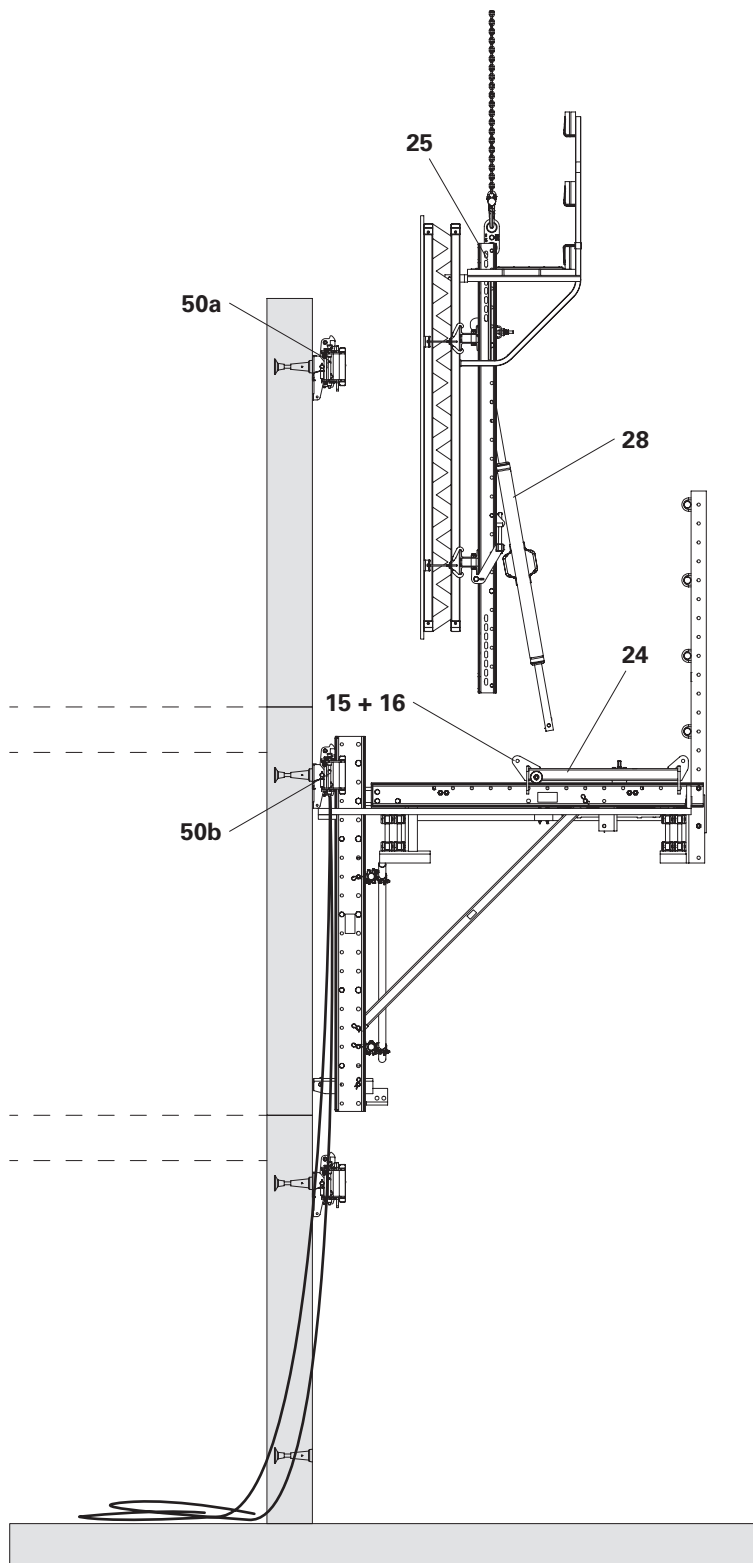

Fig. C4.10
3. Retrarre il carrello (24).
7. Fissare l'attrezzatura di sollevamento della gru alla trave di rinforzo (25), vedere la Sezione "Montaggio della cassaforma" a pagina 75, e tenderla con la gru.
8. Rimuovere l'albero della cassaforma (28).
9. Rilasciare i perni di montaggio (15) e gli inserti a molla (16) tra la trave di rinforzo e il carrello.
- (Fig. C4.10)